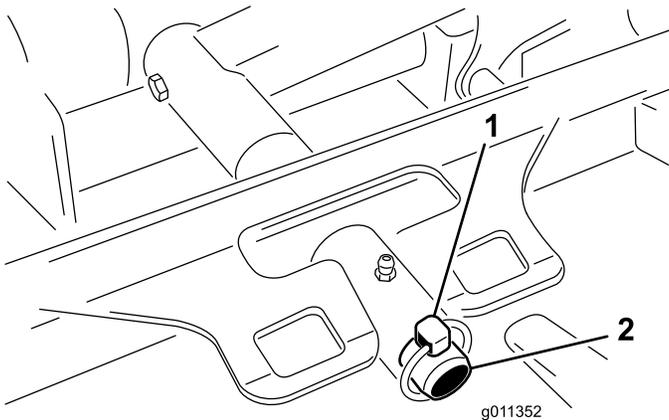

Figura 65
3. Retire o pino de sujeição que fixa a estrutura de suporte da plataforma ao pino da articulação do braço de elevação (Figura 65).
3. Deslize a estrutura de suporte da plataforma até que esta fique sobre o pino da articulação do braço de elevação. Fixe com o pino de sujeição (Figura 65).